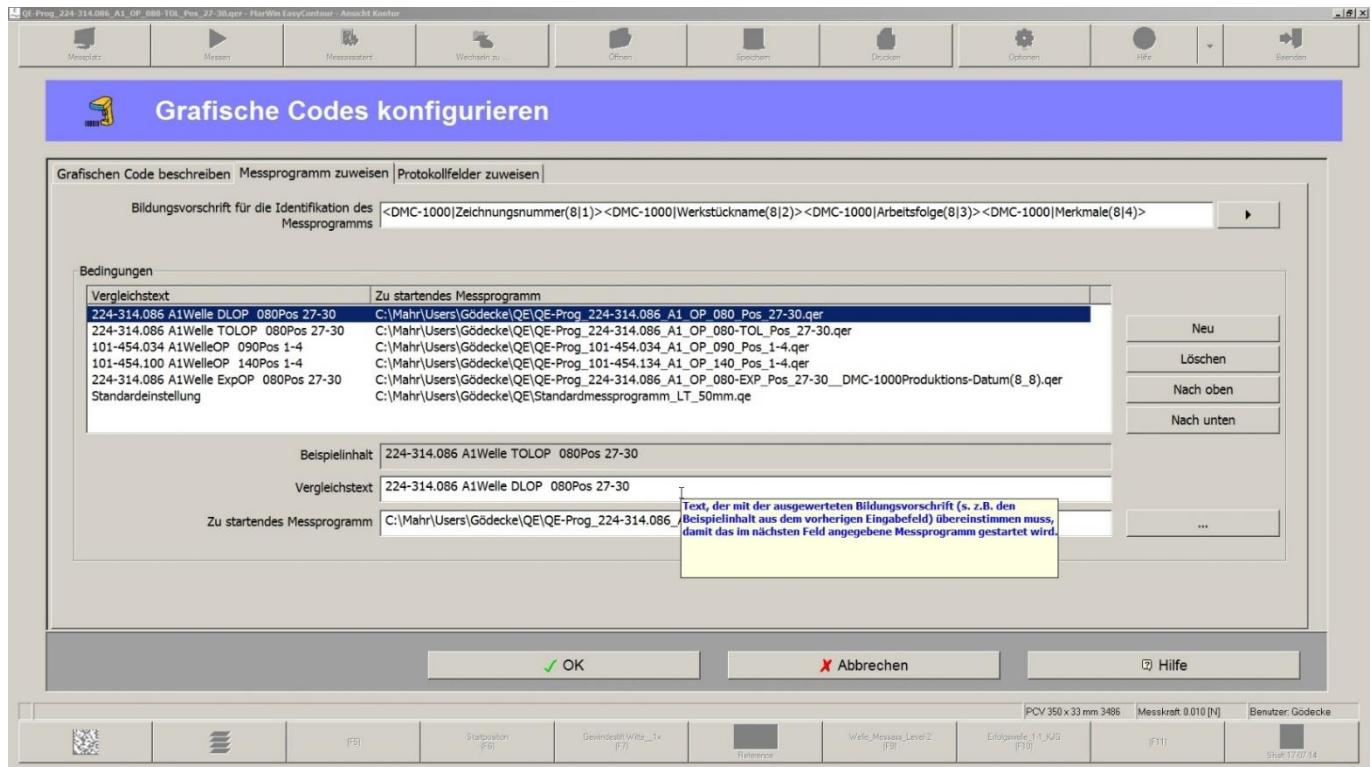

Bild 15: Zuweisung der Vergleichstexte zu den zu startenden Messprogrammen
**Tipp:** Quick-Infos bzw. Tool-Tips werden in Profilinformati- oder Protokollkopf-Feldern angezeigt, wenn der Mauszeiger auf einem Feld verharrt, Bild 6 und Bild 15.